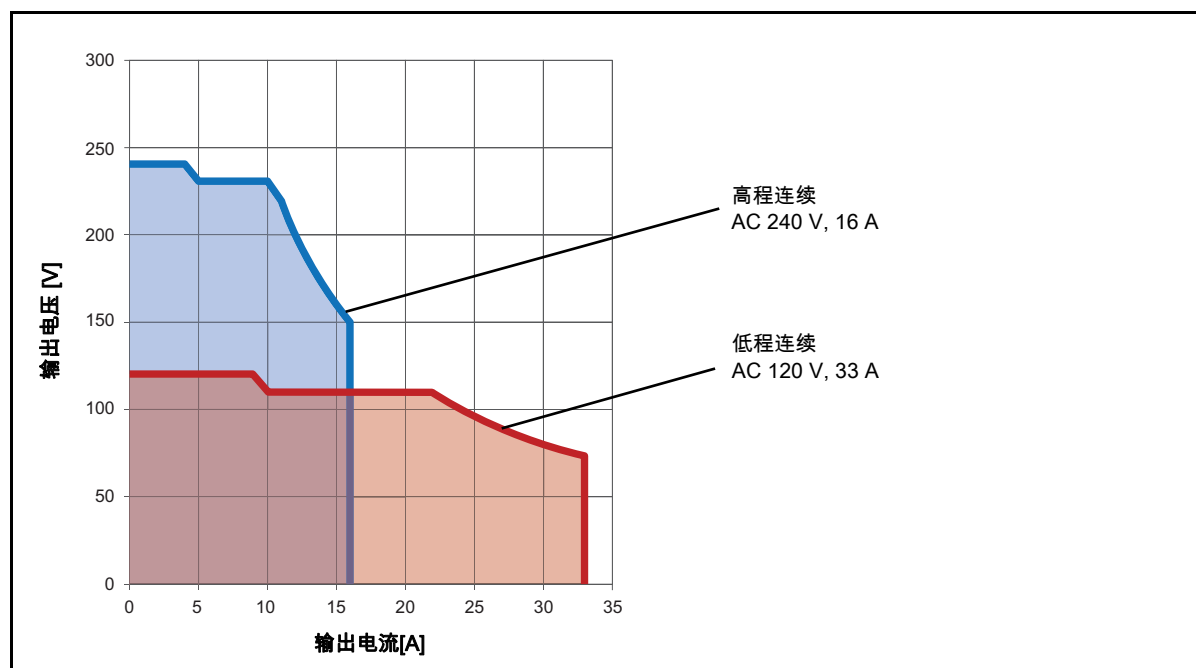

图 15-2：允许的工作范围 1 x AC 240 V 16 A
5. 参见第 208 页的图 15-2：“允许的工作范围 1 × AC 240 V 16 A”
4. 参见第 208 页的图 15-2：“允许的工作范围 1 x AC 240 V 16 A”